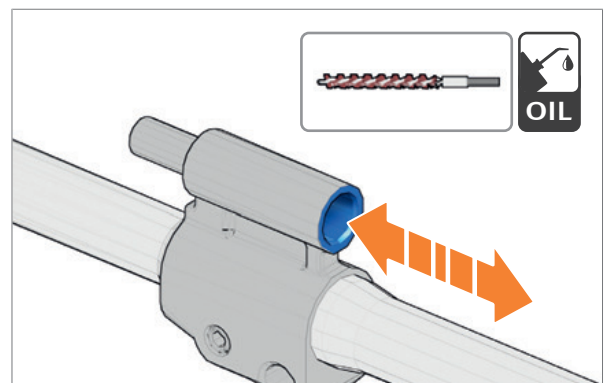

Abb. 116: Gasabnahme reinigen
8. Mit Rohr-Reinigungsbürste Gasabnahme innen reinigen (Abb. 116).